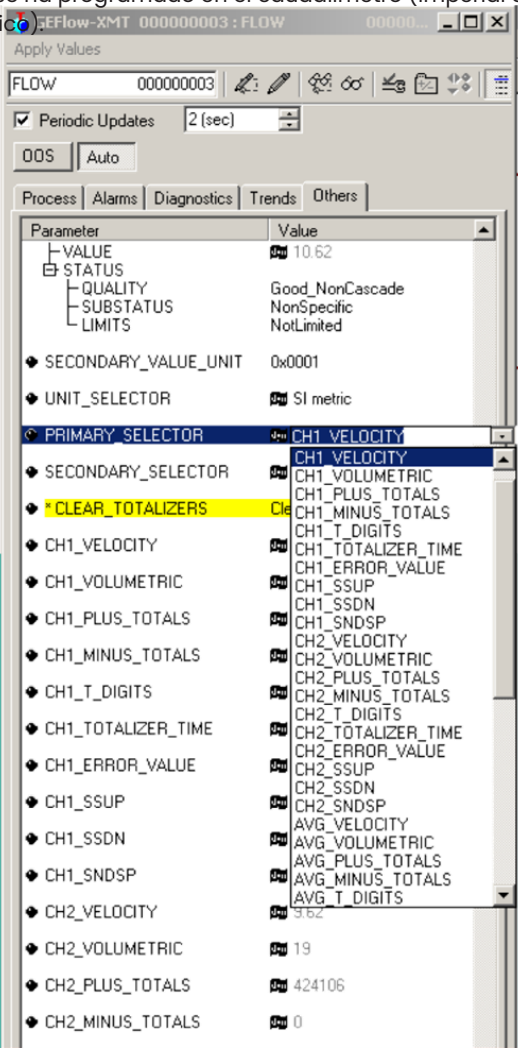

Figura 41: Lista desplegable del selector principal
- Elija la unidad de la lista (ver la figura 41).